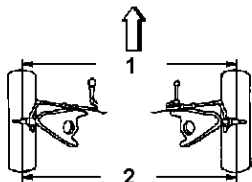

Fig. 9: Identificação de deslocamento (convergência/divergência)
- **Convergência** é quando a distância entre a linha central dianteira (1) dos pneus é mais curta que a distância entre a linha central traseira (2). Consulte a Fig. 9.
- **Divergência** é quando a distância entre a linha central traseira (1) dos pneus é mais curta que a distância entre a linha central dianteira (2). Consulte a Fig. 9.